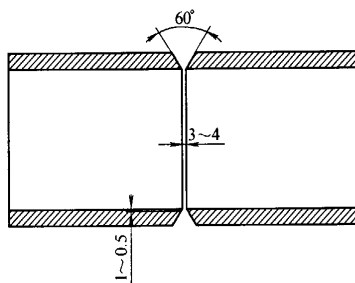

图 1 坡口形式
(5) 坡口形式及装配定位焊 采用 V 形坡口 (见图 1)。 $\phi 95\text{mm} \times 13\text{mm}$ 的不锈钢管采用三点定位, 定位焊缝长度为 $6 \sim 8\text{mm}$ 。